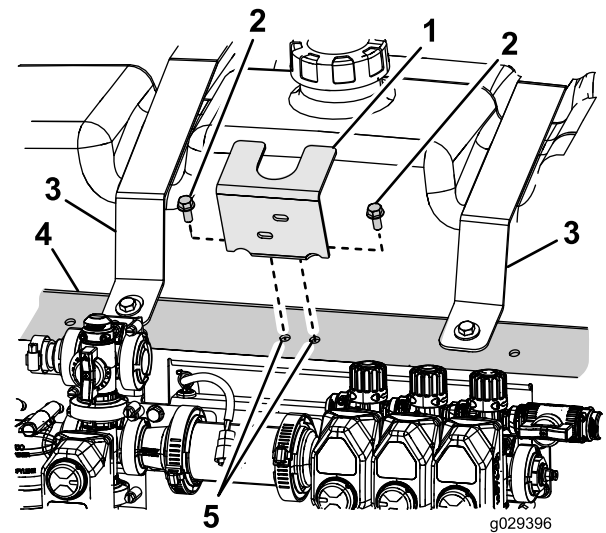

Figure 31
2. Si le sommet du longeron de montage de la vanne ne comporte pas 2 trous dans lesquels fixer le support de vanne (Figure 31), procédez comme suit :
- A. Positionnez le support de vanne au sommet du longeron de montage au point milieu entre les 2 sangles du réservoir de rinçage (Figure 31).
- Débranchez le flexible d'alimentation du raccord en T et de la vanne d'agitation (Figure 31).